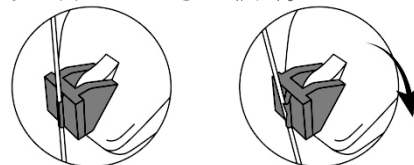

図 4
8) 穿刺したニードルを把持したまま、穿刺ニードルからニードルガイド及び超音波プローブをゆっくりと取り外す。ニードルガイドの溝が開いていることで容易に穿刺ニードルから取り外すことができる (図 4)。